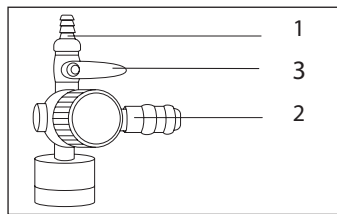

Рис. 4
- 6.7 Благодаря конструкции компрессора (для AP - 140, AP - 160, AP - 180), Вы можете подключать одновременно два инструмента. На выходе из компрессора предусмотрены штуцера двух типов: «елочка» (Рис. 4, п. 1) и быстросъемный (Рис. 4, п. 2).
К инструменту, подключенному к быстросъемному штуцеру, воздух поступит автоматически. Для подачи давления к инструменту (для AP - 140, AP - 160, AP - 180), подключенному к штуцеру типа «елочка», откройте шаровый кран (Рис. 4, п. 3). Рабочее давление на выходе может изменяться непосредственно в процессе работы регулятором (Рис. 1, п. 4). Также можно отрегулировать расход воздуха отдельно только у инструмента, подключенного к штуцеру посредством регулировки положения крана (Рис. 4, п. 3).
ПРИМЕЧАНИЕ! При работе одновременно двумя инструментами следует помнить, что давление в обоих инструментах будет одинаковым, а расход воздуха будет распределяться пропорционально соотношению проходных сечений инструментов или выходных штуцеров в случае регулирования расхода воздуха краном (Рис. 4, п. 3), т.е. при увеличении расхода воздуха через штуцер (Рис. 4, п. 1) будет уменьшаться расход воздуха через штуцер (Рис. 4, п. 2) и наоборот.
- к штуцеру типа «елочка» – закройте кран (Рис. 4, п. 3), ослабьте хомут (если установлен), смените шланги инструмента, снова затяните хомут и откройте кран, установив необходимый расход воздуха;